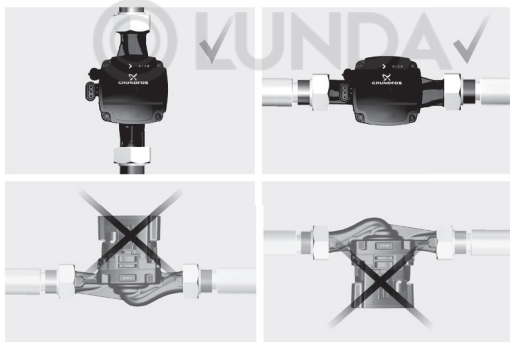

**Рис. 6** Расположение насоса
1. Насос всегда должен быть смонтирован так, чтобы вал электродвигателя располагался горизонтально относительно земли (см. рис. 6).
Пример правильного монтажа насоса в вертикальной трубе показан в верхнем углу слева на рис. 6.
Пример правильного монтажа насоса в горизонтальной трубе показан в верхнем углу справа на рис. 6. В горизонтальном положении необходимо изменить положение головной части насоса так, как показано на рисунке.
Панель управления имеет кнопку, один световой индикатор зелёного (красного) цвета (1) и четыре желтых световых индикатора (2) (см. рис. 6).